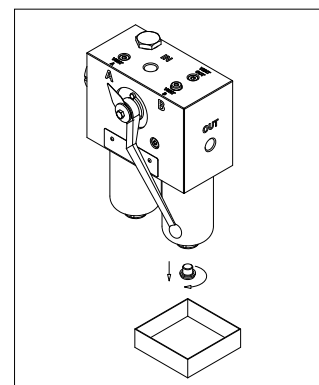

fig. 8
- (Fig. 8) Svitare il tappo di drenaggio predisponendo un recipiente per la raccolta del fluido di lavoro